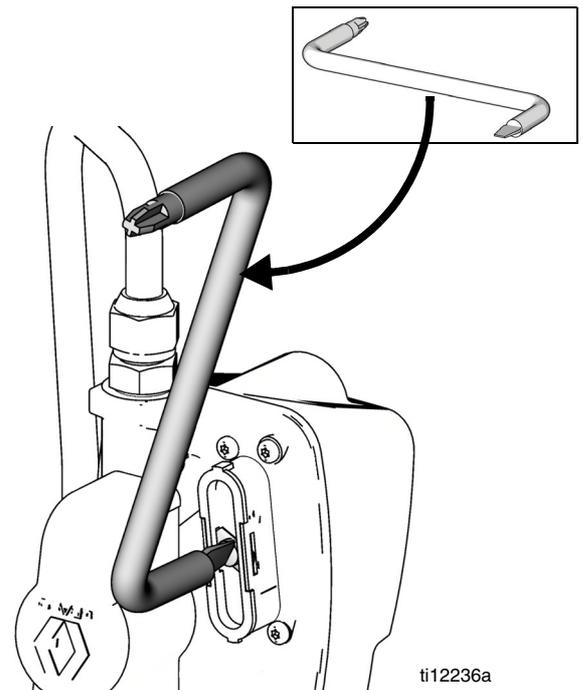

FIG. 21
1. Utilisez un tournevis coudé (comme illustré dans la FIG. 21) ou une petite pièce de monnaie pour tourner la vis du couvercle dans le sens des aiguilles d'une montre d'un quart de tour environ. Cette action desserrera suffisamment la vis qui maintient le couvercle du compartiment de la pile pour enlever le couvercle. (Vous n'avez pas besoin d'enlever complètement la vis, il suffit de la desserrer suffisamment pour libérer le couvercle).